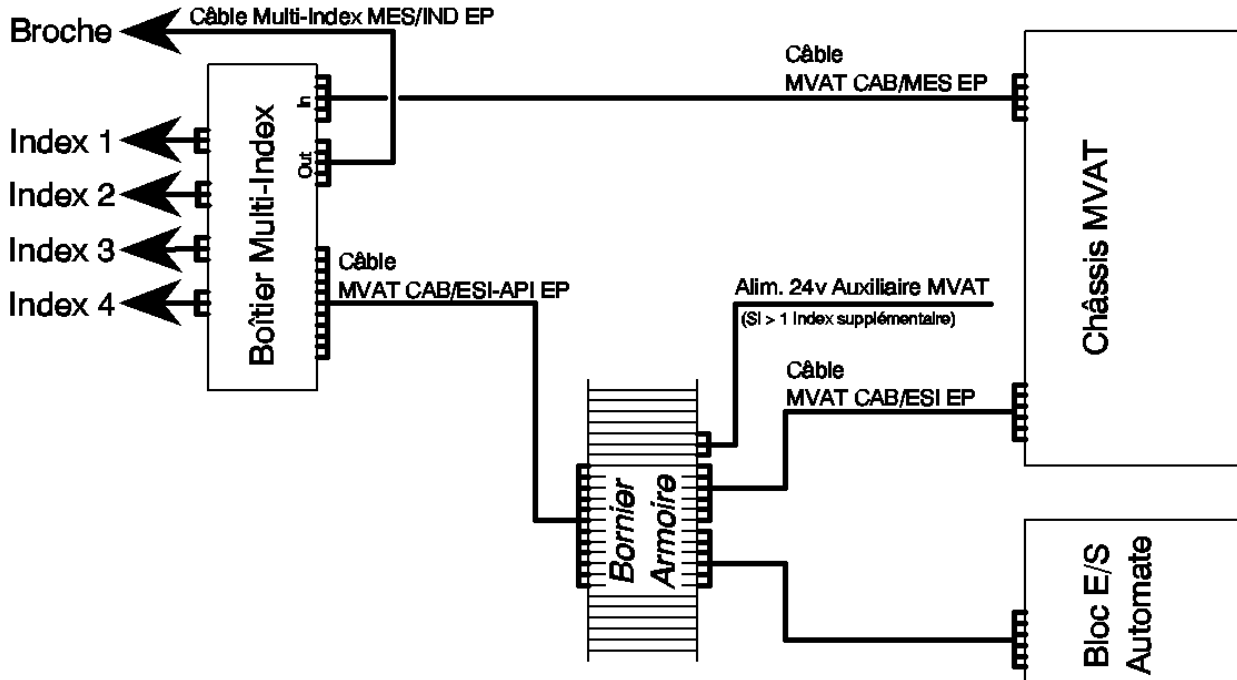

Fig. 3
*\* Le changement d'index de 0 à X (X= 1 à 4) par la sélection automate est reconnu lorsque le flag FB\_XCHG\_INDEX est à 1 et vérifié par l'écho sélection câble E/S MVAT CAB/ESI EP LG3m. Le câble MVAT CAB/ES2 EP LG3m peut être utilisé à condition que les conducteurs non affectés soient isolés fig.3*